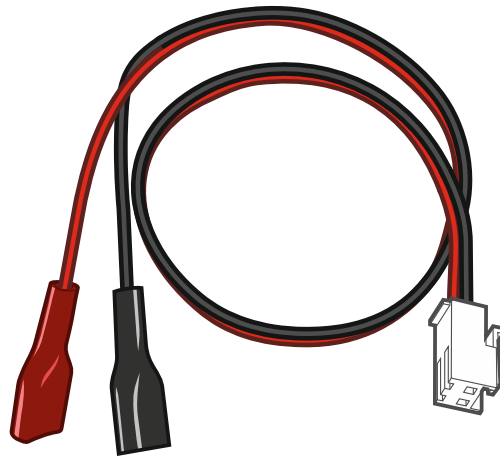

Abb. 3. Leiter zum Anschluss des Akkumulators (rot +, schwarz -).
- ① LEDs:
- ② RESET-Pins zur Inbetriebnahme der Zentrale in Notfällen (siehe: „Notstart der Zentrale“ S. 27).
- ③ RS-232-Schnittstelle (TTL).
- ④ Schnittstelle zum Anschluss der Leitungen an den Akkumulator. Die Leitungen sind im Lieferumfang enthalten (Abb. 3).
- ⑤ Kabel, das mit einem Stecker zum Anschluss der Antenne beendet ist. Wenn die Zentrale in einem Kunststoffgehäuse montiert ist, können Sie eine Antenne zur Montage im Gehäuse verwenden (diese Antenne wird mit der Zentrale geliefert). Wenn die Zentrale in einem Metallgehäuse montiert ist, verwenden Sie eine Antenne zur Montage auf dem Gehäuse oder zur Montage in einer gewissen Entfernung vom Gehäuse.
- ⑥ LED SIM1. Leuchtet, wenn die im Steckplatz SIM 1 montierte Karte aktiv ist.
- ⑦ LED SIM2. Leuchtet, wenn die im Steckplatz SIM 2 montierte Karte aktiv ist.
- ⑧ Steckplatz SIM1 zur Montage der ersten SIM-Karte.
- ⑨ Steckplatz SIM2 zur Montage der zweiten SIM-Karte.
- ⑩ Kommunikationsanschluss zum Anbinden des Moduls PERFECTA-RF.
- ⑪ Mini-Klinkenbuchse zum Anschluss des Mikrofons.